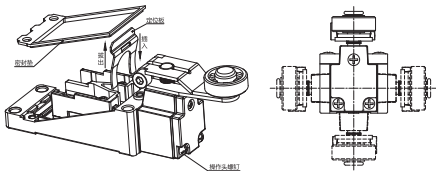

图12 YBLX-ME/8104操作头位置调整示意图
7.2.2 按图12调整操作头位置：取出密封垫，拔出定位板→松开图示操作头螺钉→根据需要调整操作头位置（每隔 $90^\circ$ 可调）→拧紧操作头螺钉，拧紧力矩（ $0.3 \sim 0.4$ ） $\text{N}\cdot\text{m}$ →插入定位板，用锤子敲到位，密封垫按原样装回。